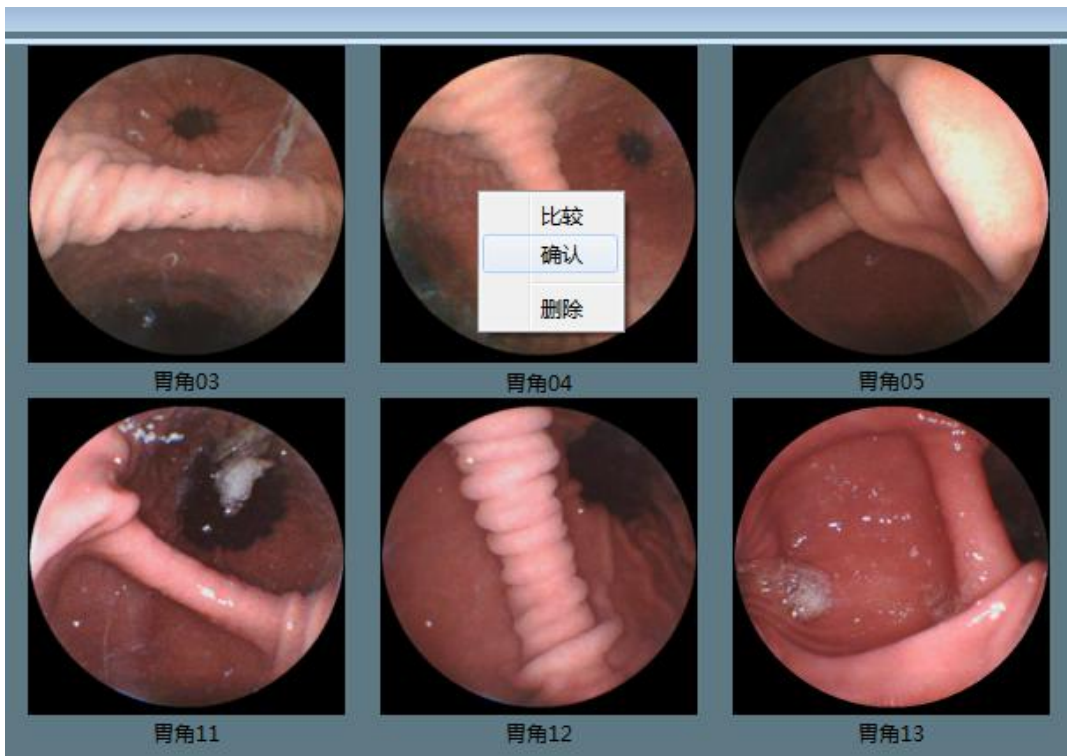
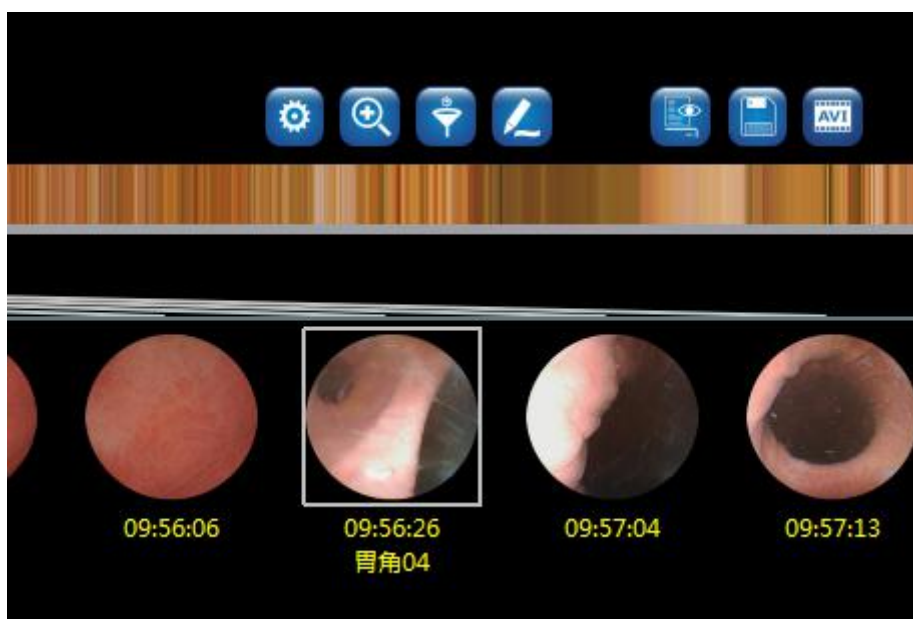

图 4-125 确认比较结果
图 4-126 图谱图片名称添加为检查图片备注
4. 比较后，若确定检查图片与比较的图谱图片的位置或病变一致，点击比较界面右上角的绿色勾，或在关闭有，在该图谱图片上右键后点击**确认**，软件自动将图谱界面关闭，并将该图谱图片的名称添加为检查图片的备注。如图 4-125、图 4-126。